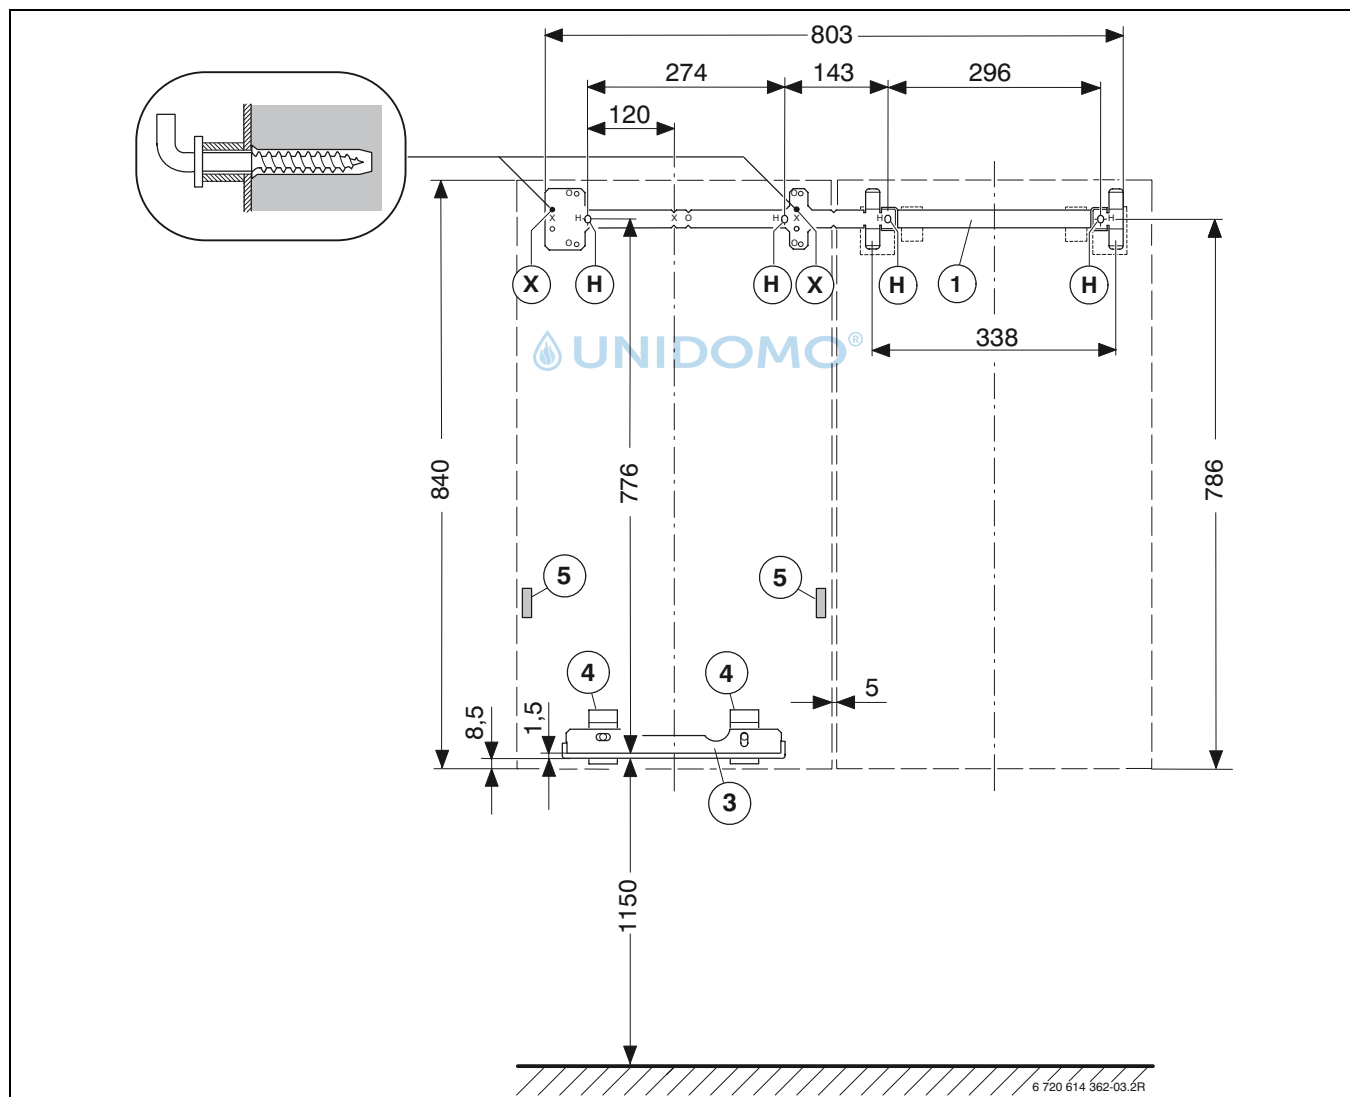

Bild 3 440 mm breites Heizgerät **links** neben dem Speicher mit Winkelhaken und Abstandshülsen an den Aufhängepunkten (X)
- ▶ Bei der Geräteanordnung im Aufstellungsraum und Abstand der Montageanschlussplatte (3) von der Decke, die Angaben der beteiligten Zubehörteile beachten (z. B. Abgaszubehör, Speicher usw.).
- ▶ Die Bohrungen (H) für die Aufhängeschiene (1) entsprechend der zutreffenden Einbausituation festlegen (→ Bild 3 oder 4) und Aufhängeschiene mit den Universaldübeln und den Schrauben montieren.
- ▶ Winkelhaken und Abstandshülsen für das 440 mm breite Heizgerät an den Aufhängepunkten (X) montieren und Heizgerät aufhängen (→ Bild 3 oder 4).
- Wenn erforderlich das Heizgerät mit den Wandabstandshaltern (5) ausrichten (→ Bild 3 auf Seite 6 oder 4 auf Seite 7).